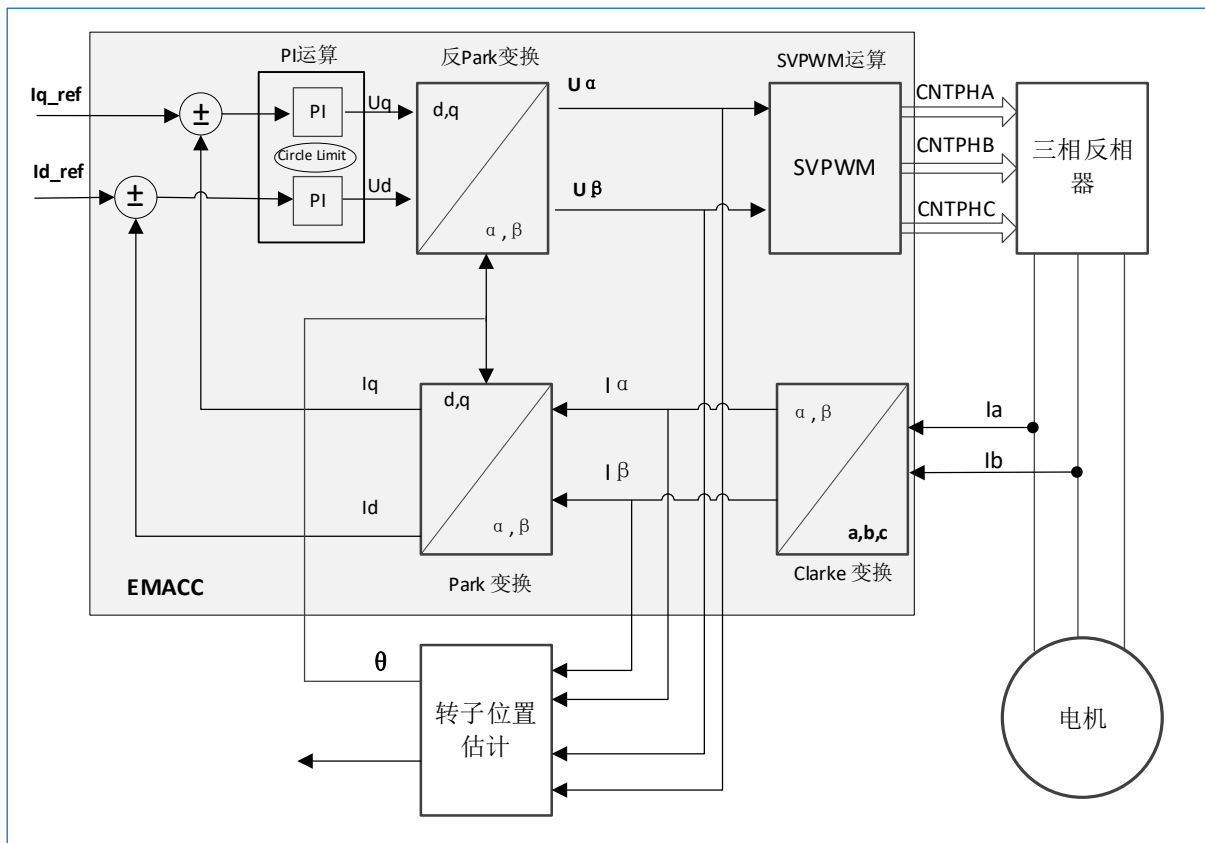

图 14-1 电机加速单元框图
- EMACC 的输出参数：A\B\C 相的 PWM 占空比（图 14-1 中的 CNTPHA，CNTPHB 和 CNTPHC）、扇区、采样点、ADC 采样通道等。